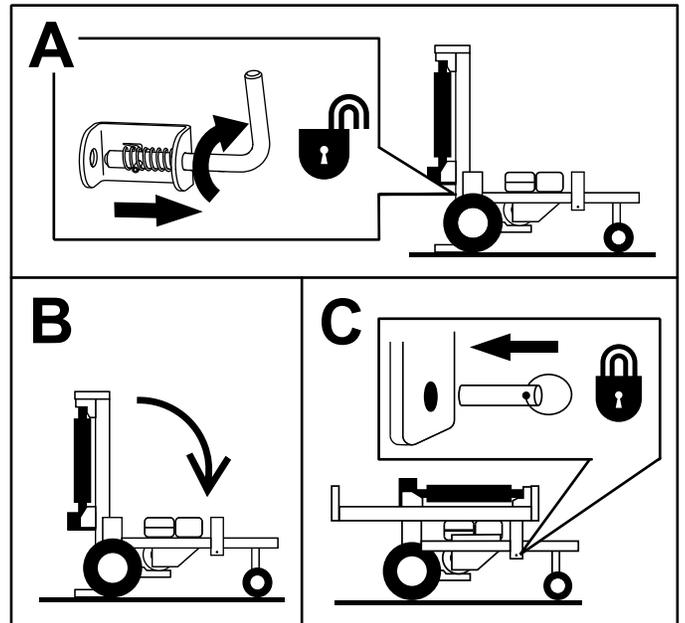

Figure 9
1. Tournez le levier de verrouillage de la position verticale en position ouverte (Figure 9).
2. Faites pivoter le rail avec précaution à la position horizontale (Figure 9).
3. Insérez la goupille de verrouillage pour fixer le rail (Figure 9).